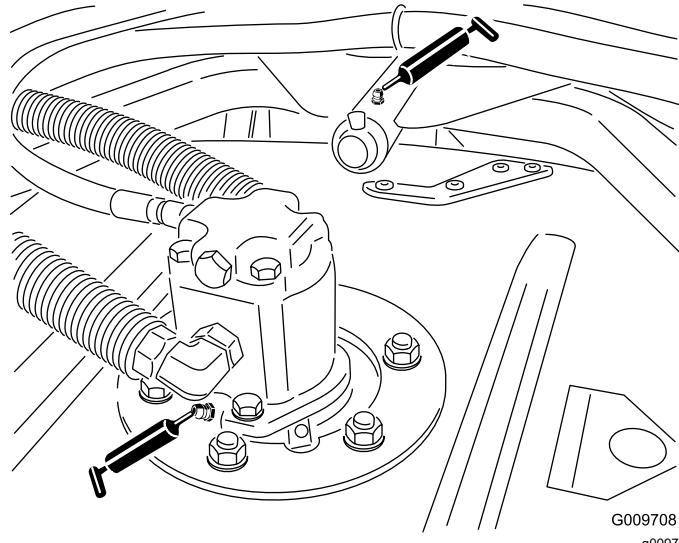

Figura 54
- Rolamentos do veio do eixo da unidade de corte (2 por unidade de corte), como se mostra na Figura 54
- Casquilhos do braço de suporte da unidade de corte (1 por unidade de corte), como se mostra na Figura 54